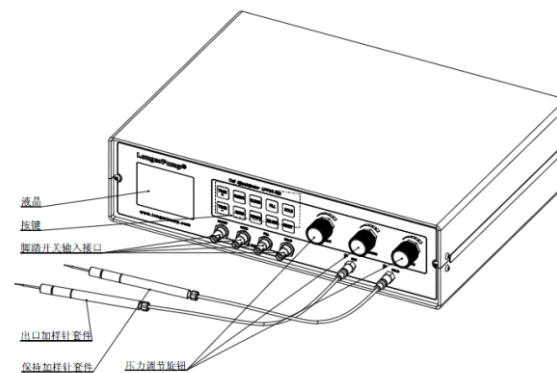
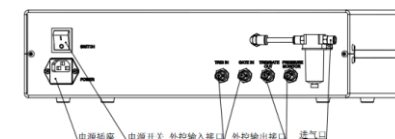

图1 前视图
图2 后视图
整套LPP01-100系统由主机；气源输入；出口加样针套件组成。其中主机由按键、脚踏开关接口、外接接口；保持、注射和平衡压力调节旋钮组成；见下图1和图2。
- ❖ 前面板介绍：如图2（前面板示意图），前面板由按键、脚踏开关输入接口、注射保持接口、压力调节旋钮、液晶显示组成。
如图上图1（后面板示意图），后面板由电源输入（电源插座、电源开关）、外控输入输出接口、气体输入接口（气体过滤器、进气管）组成。